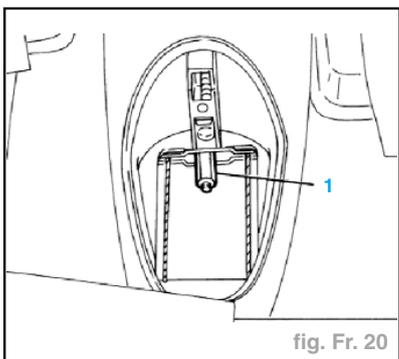

fig. Fr. 20
- Noter la position de l'écrou de réglage du câble flexible de frein à main ; le desserrer ensuite de deux ou trois tours au moins, pour s'assurer de la détente complète du câble (1) (fig. Fr. 20).